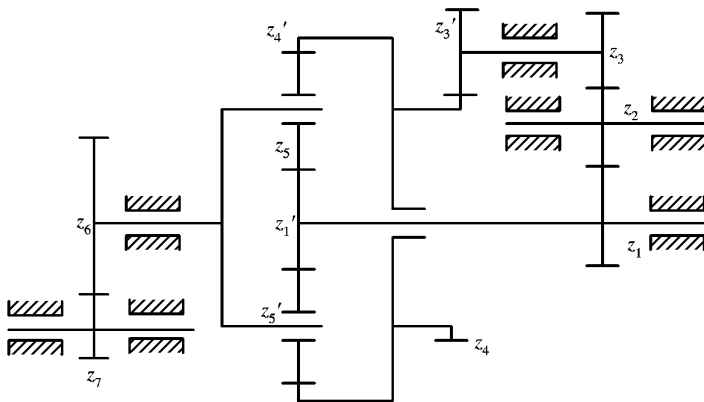

图 1.5
1.7 (16分) 在图 1.5 所示轮系中, 已知各轮的齿数,